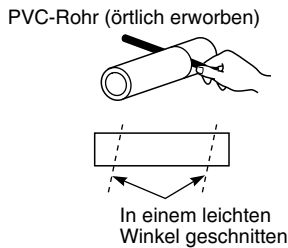

Abb. 3-17
- (5) Die Dicke der Wand von der Innen- zur Außenkante messen, und das PVC-Rohr leicht angeschrägt 6 mm kürzer als die Wanddicke zuschneiden. (Abb. 3-17)